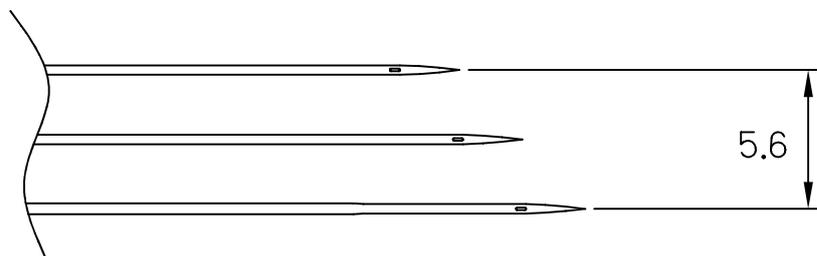

Fig.12
- ⑧ significa a largura da agulha (a distância entre o ponto esquerdo e direito. (Fig. 12)